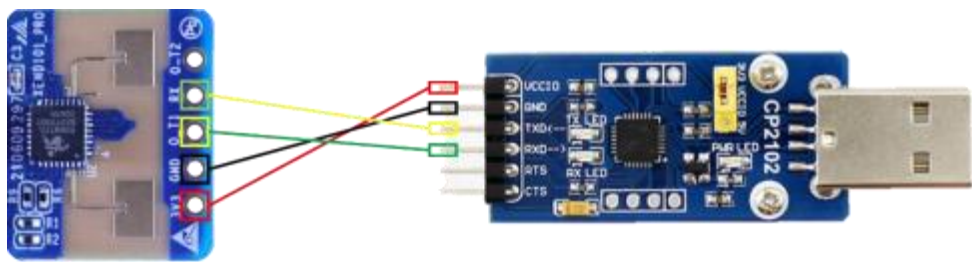

图 4-1 E54-24LD12B通过串口工具与电脑连接示例
- 步骤二: 使用串口转USB连接板连接毫米波传感器模组和电脑, 连接方式如图 4-1 所示。
步骤一: 传感器模组上电后, 根据图 4-1 所示, 使用串口转USB连接板连接毫米波传感器模组和电脑。